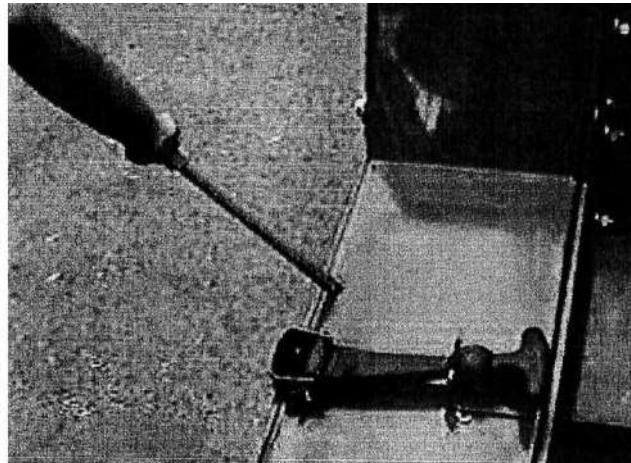

Рисунок 2.14
**ЗАПРЕЩАЕТСЯ:** Удаление предохранительных замков с ограждений приводов рабочих органов жатки. Замки на боковых ограждениях открываются при помощи отвертки (рисунок 2.14).